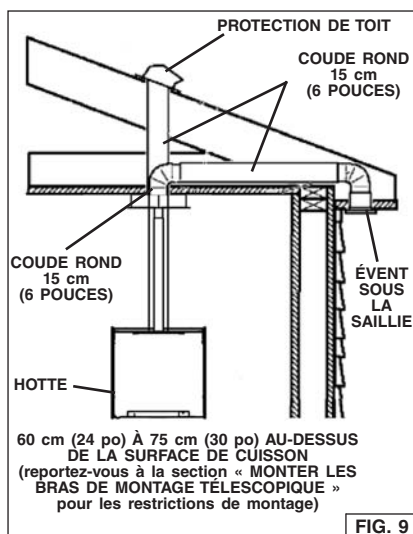

FIG. 9
1. Décidez à quel endroit passera la canalisation entre la hotte et l'extérieur. Fig. 9.